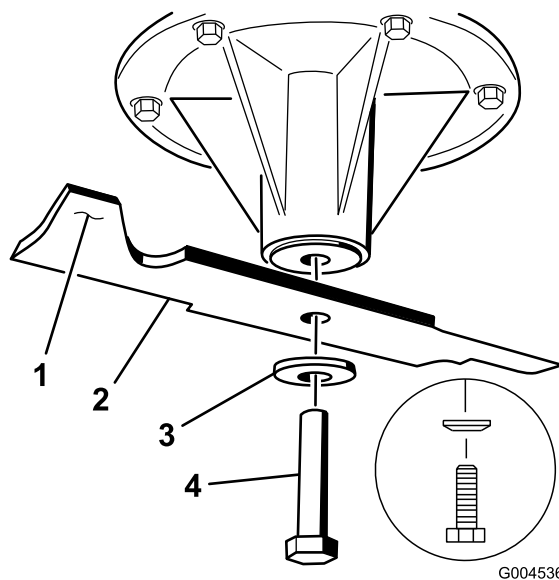

Figura 56
2. En las plataformas de cortacésped de 40 y 48 pulgadas, retire del eje el perno de la cuchilla, la arandela curva y la cuchilla (Figura 56).
1. Instale la cuchilla en el eje (Figura 56).
Importante: La vela de la cuchilla debe apuntar hacia arriba y hacia el interior del cortacésped para asegurar un corte correcto (Figura 56).
2. En las plataformas de cortacésped de 40 y 48 pulgadas, instale la cuchilla, la arandela curva y el perno de la cuchilla (Figura 56).
3. Si la cuchilla se mantiene horizontal, está equilibrada y puede utilizarse. Si la cuchilla no está equilibrada, rebaje algo el metal en la parte de la vela solamente (Figura 56).